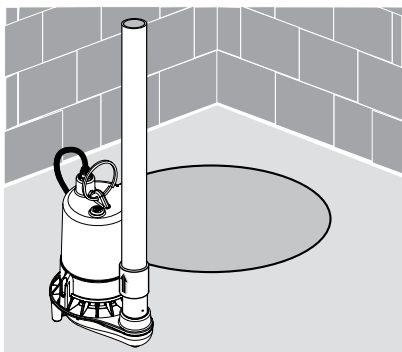

Figura 2
4. Instale una válvula de retención (consultar la Figura 2) en la tubería vertical para evitar el retroflujo por la bomba cuando ésta se apague. Para evitar la creación de bolsas de aire en la bomba, perforo un orificio de 1/8" (3.2 mm) en la tubería de descarga, justo por encima de donde se atornilla en la descarga de la bomba. Instale la válvula de retención por encima de este orificio, pero manténgalo tan cerca de la bomba como sea posible. Verifique que el orificio se encuentre debajo de la línea de agua y por debajo de la válvula de retención.